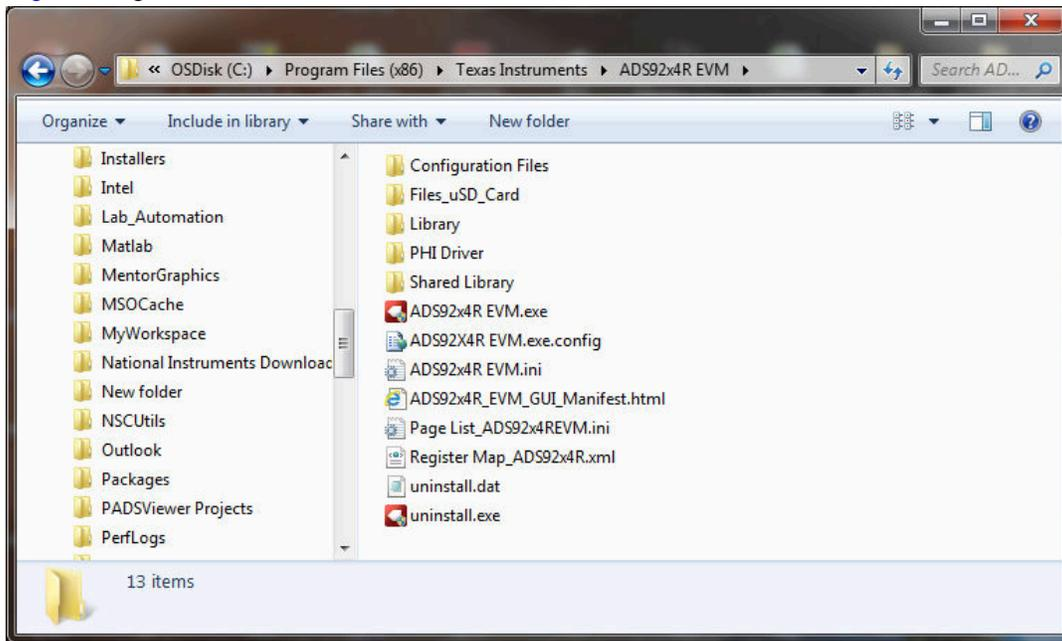

Abbildung 6-2. Starten der EVM-GUI-Software
3. Doppelklicken Sie auf die Datei *ADS92x4R EVM.exe*, um die ADS9224REVM-PDK GUI-Software zu starten. Abbildung 6-2 zeigt den Softwareordner des ADS9224REVM an.